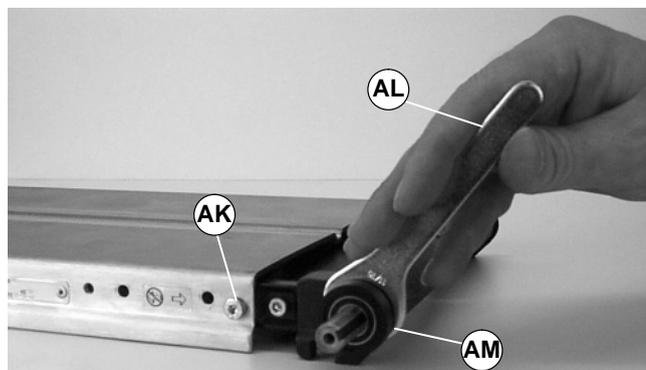

Abbildung 28
2. Für 254 mm, 305 mm oder 457 mm breite Förderer den 11/16" Flachschlüssel verwenden (Teilnr. 808-1043) (AL siehe Abbildung 28), um das außenliegende Lager auszubauen (AM).
3. Die Schraube entfernen (AK).